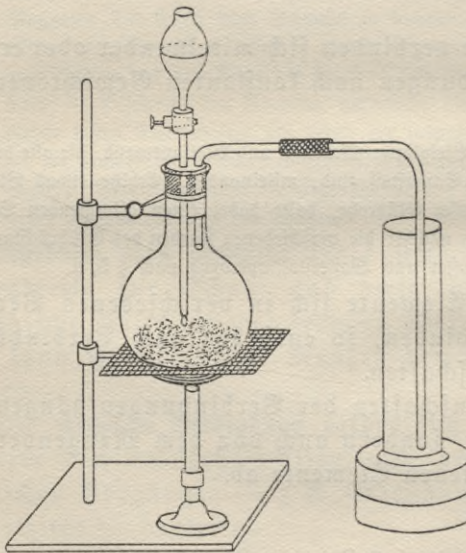
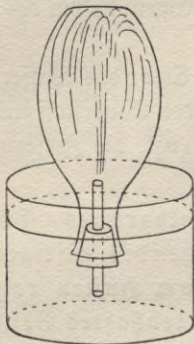

Fig. 24.
Fig. 28.
**Versuch 2:** Darstellung des Chlors aus **Chlorkalk**1) (Fig. 24). Bringe
**Versuch 3:** Derselbe Apparat (Fig. 24) läßt sich zur bequemeren Erzeugung kleinerer Mengen von Chlor aus konzentrierter **Salzsäure** und **Kaliumpermanganat** verwenden.
den Boden einer ganz trockenen, starkwandigen Flasche (vgl. Fig. 24). Durch gelindes Erwärmen wird die Gasentbindung beschleunigt. Sobald an einem mit Salmiakgeist benetzten und an die Mündung der Flasche gehaltenen Glasstabe starke, weiße Nebel auftreten, verschließe die Flasche mit einem nassen Gummistöpsel, durch den eine kurze, beiderseits offene Glasröhre geht, und tauche sie sofort mit der Mündung nach unten in ein großes Gefäß mit Wasser, das durch Lackmuspflanze blau gefärbt ist (Springbrunnenversuch, Fig. 28). Woher kommt die Sauge Wirkung?